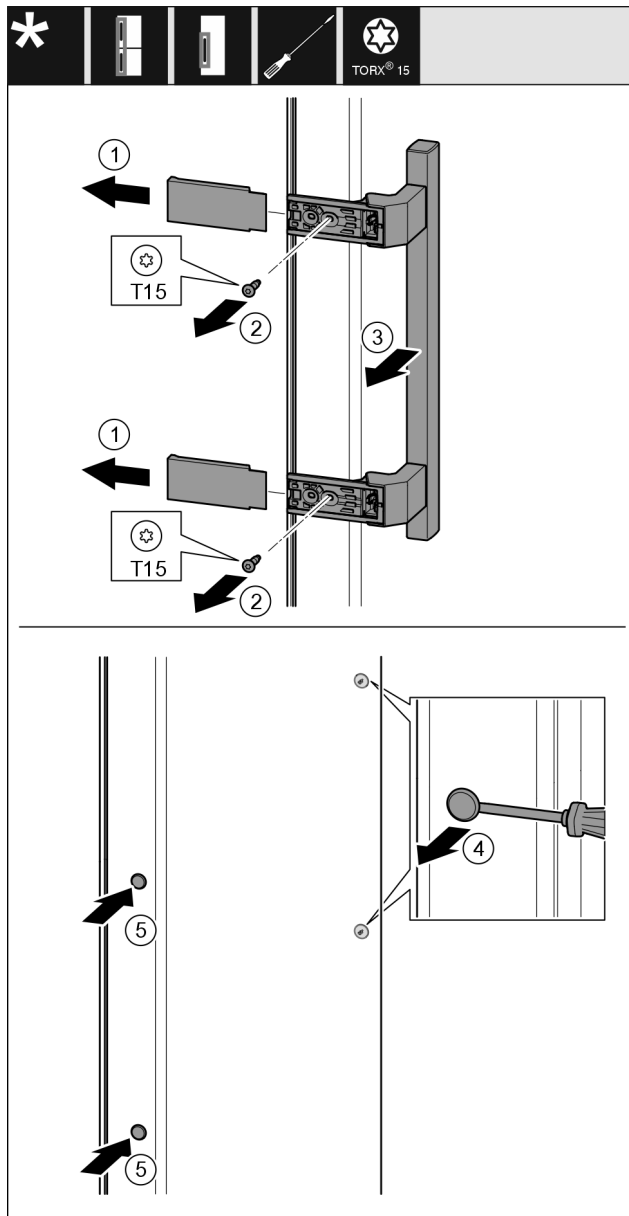

Fig. 25
- Togliere la copertura Fig. 25 (1).
- Estrarre le viti Fig. 25 (2) con un cacciavite.
- Rimuovere la maniglia Fig. 25 (3).
- Sollevare il tappo laterale Fig. 25 (4) con cautela con un cacciavite a intaglio ed estrarlo.
- Reinserire il tappo Fig. 25 (5) sull'altro lato.